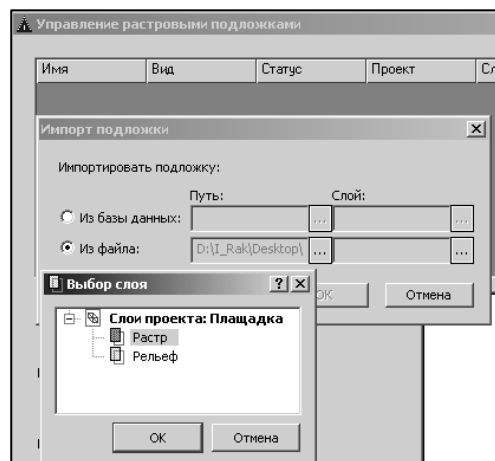

Рис. 3.14
4.2. Щелкните по кнопке **Импортировать**. В диалоге **Импорт подложки** выберите **Из файла**. С помощью кнопки  в колонке **Путь** укажите путь к файлу **Площадка**. В колонке **Слой** выберите слой **Растр** (рис. 3.14). Нажмите кнопку **ОК**.